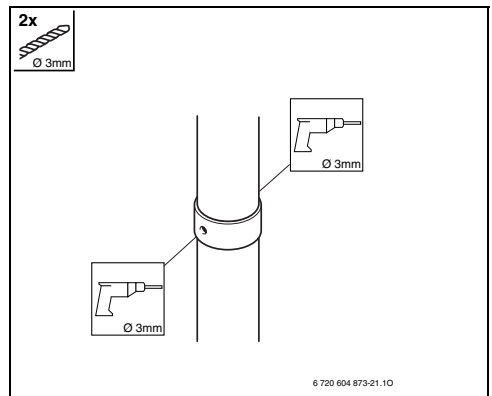

Fig. 27
- ▶ Abrir dos orificios de Ø 3 mm, en el tubo del aire de combustión. Profundidad máxima del orificio Ø 8 mm! En ningún caso podrá el tubo de gases de combustión ser dañado (Fig. 27).